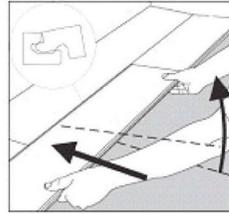

Figura 3
- Sitúe la siguiente tabla en su lugar al inclinarla ligeramente hacia arriba, empujando hacia adelante y entrelazando el click lateral. (Figura 3) Deslice la placa según sea necesario para alinear los bordes de la unión final.